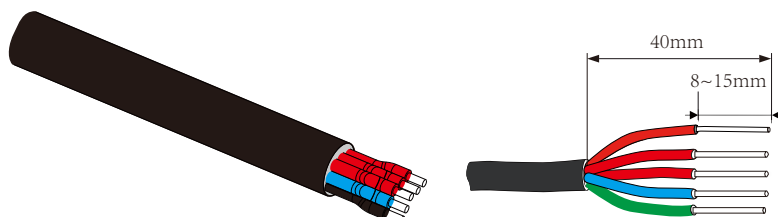

Figura 5.8 Desenchapar o cabo CA
Passo 2: Desencape a capa de proteção e a camada de isolamento do cabo CA no comprimento correto, conforme mostrado na Figura 5.8.